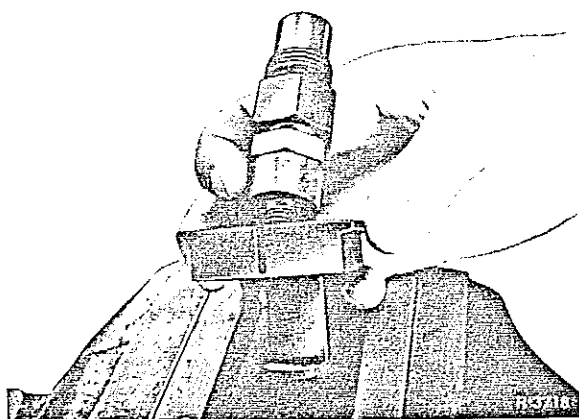

Fig.07-4/4
1. Zet de verstuiverhouder alleen met de klem 636 589 01 31 00 in de bankschroef, om de verstuiverhouder niet te beschadigen (fig.07-4/4).